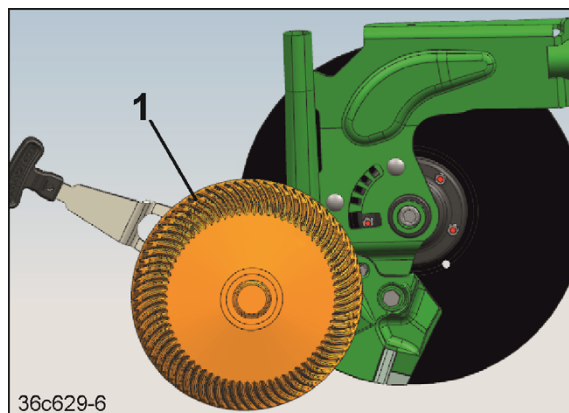

Fig. 252
1. Fjern dybdeføringssskive/-hjul (Fig. 252/1).